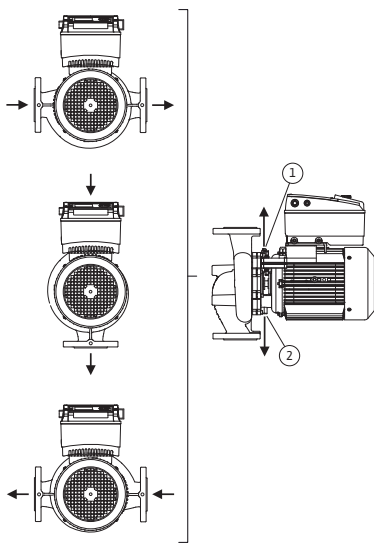

Fig. 18: Zulässige Einbaulagen mit horizontaler Motorwelle
Die zulässigen Einbaulagen mit horizontaler Motorwelle und Elektronikmodul nach oben (0°) sind in Fig. 18 dargestellt. Nicht abgebildet sind die zulässigen Einbaulagen mit seitlich montiertem Elektronikmodul (+/- 90°). Jede Einbaulage außer „Elektronikmodul nach unten“ (- 180°) ist zulässig. Die Entlüftung der Pumpe ist nur gewährleistet, wenn das Entlüftungsventil nach oben zeigt (Fig. 18, Pos. 1). Nur in dieser Position (0°) kann anfallendes Kondensat gezielt über eine vorhandene Bohrungen, Pumpenlaterne sowie Motor (Fig. 18, Pos. 2) abgeführt werden.
- Bei horizontaler Motorwelle ist die Lage der Kondensatbohrung nach unten erforderlich (Fig. 18, Pos.2). Gegebenenfalls muss der Motor entsprechend gedreht werden.